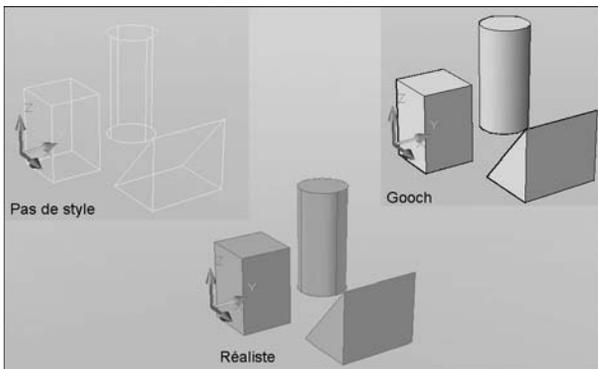

Fig.22.6
- ▶ **Style des faces** (Face style) : permet de définir l'ombrage sur les faces. Les options sont les suivantes (fig.22.6) :